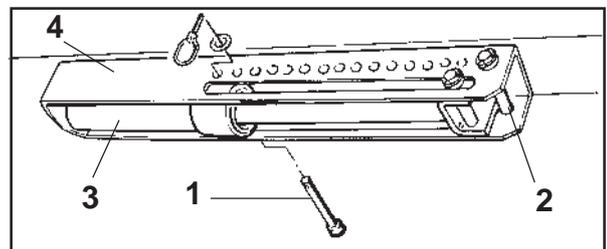

Fig. 7.15
- Hydraulikzylinder mit Druck beaufschlagen (Fig. 7.15).